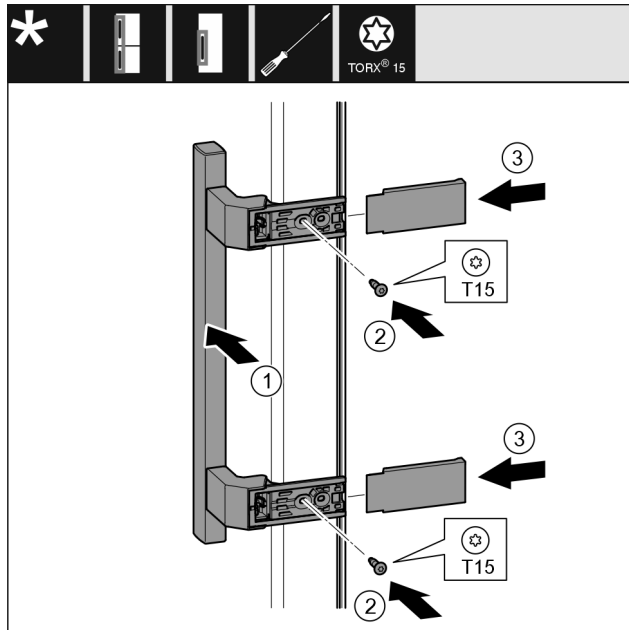

Fig. 50
- Postavite ručku Fig. 50 (1) na suprotnu stranu.
- Odvijačem pritegnite vijke Fig. 50 (2).
- Postavite poklopce Fig. 50 (3) bočno i natakните ih.